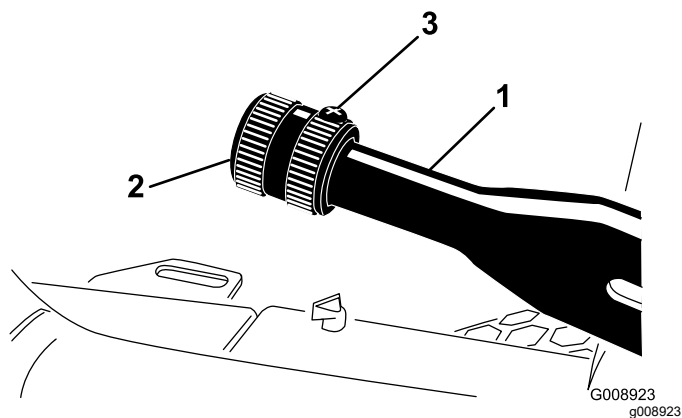

Рисунок 61
1. Ослабьте установочный винт, который крепит ручку к рычагу стояночного тормоза (Рисунок 61).